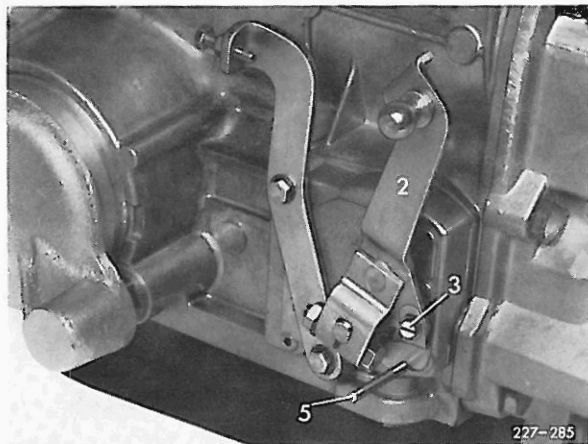

Bild 18
- 1 Wahlhebelstellung „N“ einlegen und die Wählstange am Bereichswahlhebel (2) aushängen.
- 2 Einstellschraube (3) lösen und Fixierstift (5) durch den Mitnehmer in die Fixierbohrung im Schaltgehäuse einführen.
- 3 Einstellschraube (3) festziehen und Fixierstift entfernen (siehe Bild 18).